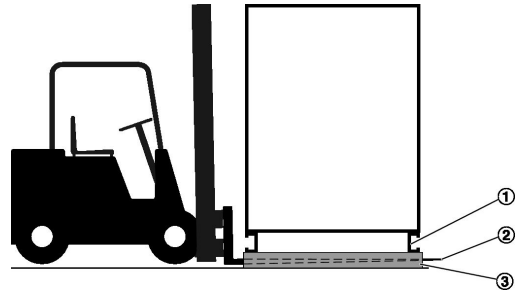

Abb. 2: Transport mit dem Gabelstapler
1. ▶ Die Gabeln (Abb. 2/3) des Gabelstaplers so weit zwischen die Vierkanttransporthölzer (Abb. 2/2) fahren, dass sie auf der Gegenseite unter dem Grundrahmen (Abb. 2/1) herausragen.